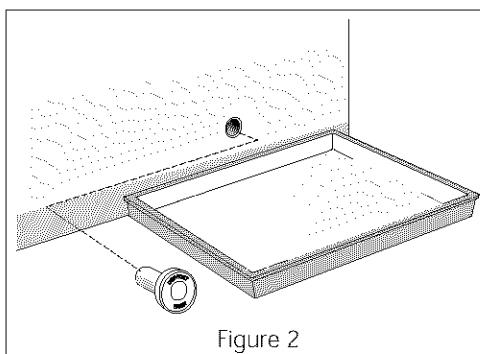
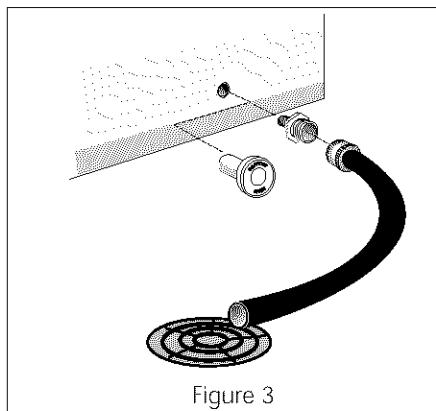
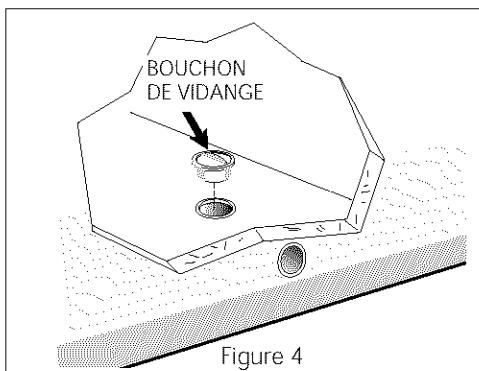

Figure 2
Figure 3
Figure 4
- **Sur les modèles horizontaux** avec vidange de l'eau de dégivrage, placez un récipient creux ou le diviseur/plateau de dégivrage (fourni avec certains modèles) sous l'orifice de vidange (figure 2). Un adaptateur de tuyau de jardin d'un demi-pouce peut servir à vidanger le congélateur directement dans un drain de plancher (figure 3). Si votre modèle n'est pas muni d'un adaptateur, veuillez en acheter un à n'importe quelle quincaillerie. Sortez la bonde à l'intérieur du congélateur et enlevez le bouchon de vidange extérieur (figure 4). L'eau du dégivrage va s'écouler. Vérifiez de temps à autre que l'eau ne déborde pas. Remettez en place le bouchon de vidange et la bonde une fois le dégivrage terminé.